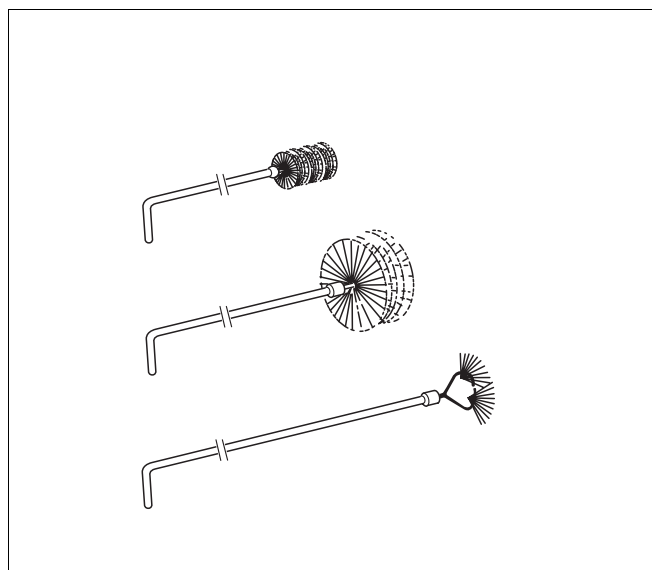
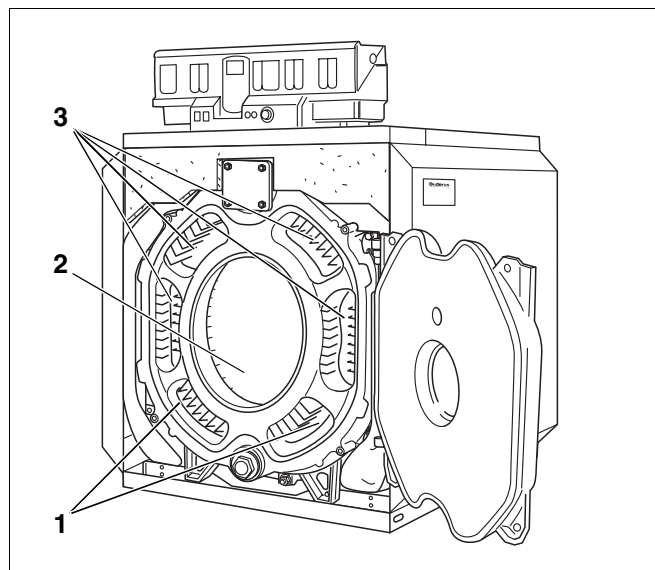

Fig. 53 Rengjøringsbørster
Fig. 54 Rengjøring av røykgasskanalene
- De forskjellige børstetypene (ekstraustyr) som tilbys av **Buderus** er vist i fig. 53.
- Røykgasskanalene (fig. 54, **pos. 1 og 3**) skal rengjøres med børste 1 og 2 (fig. 53) forfra og bakover.
- Resten av brennkammeret (fig. 54, **pos. 2**) skal rengjøres med børste 2.
- De nedre røykgasskanalene skal rengjøres forfra med børste 2 (fig. 54, **pos. 1**).